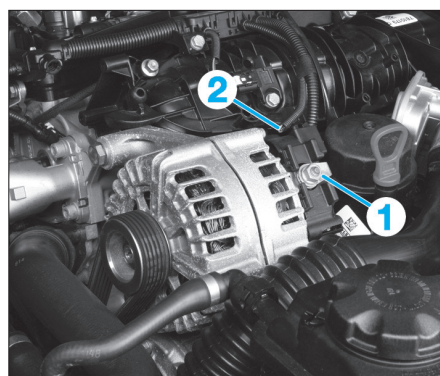

Fig. 1
• Déposer la cosse (1) (Fig.1).